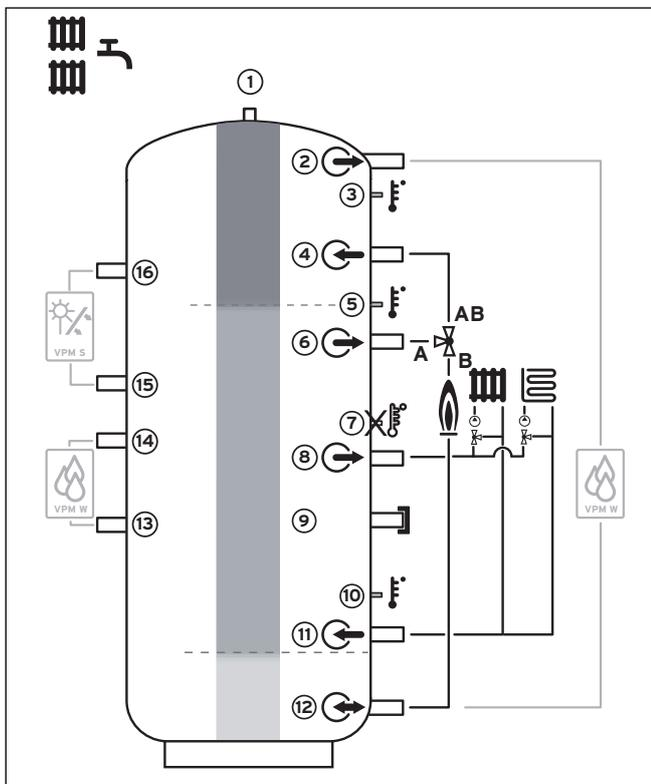

Abb. 3.2 Pufferspeicher VPS/2: Beispiel für Anschluss Wohnbereich
- Fühler 1 erfasst die Temperatur im Komfortbereich für die Warmwasserbereitung (obere 10 % des Speichervolumens), siehe 3 in Abb. 3.2 und 3.3.
- Fühler 2 erfasst die Temperatur im Bereich für die gewöhnliche Warmwasserbereitung (darunterliegende 20 % bzw. 40 %), siehe 5 bzw. 7 in Abb. 3.2 und 3.3.
- Fühler 3 (Bereich für Raumheizung) ist für die darunterliegenden 50 bzw. 30 % der Heizungsversorgung zuständig, siehe **10** in Abb. 3.2 und 3.3.
- Warmwasserbereitung und Heizanlagen im Wohnbereich (siehe Abb. 3.2)